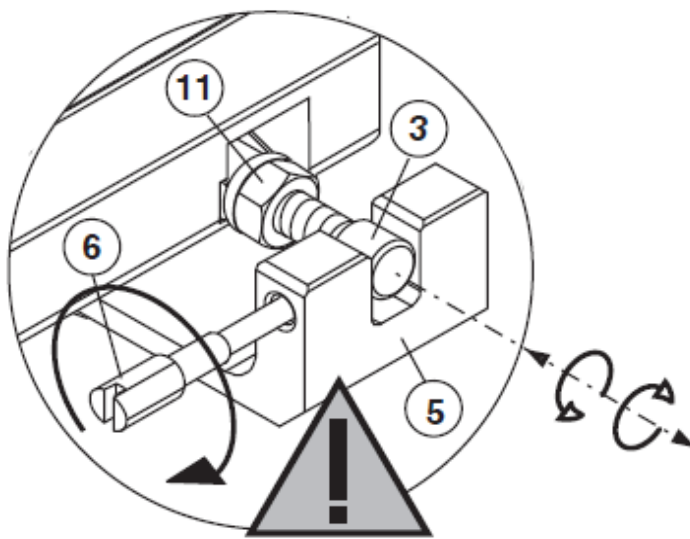

Рис.6 Регулировка прижима створки.
**Регулировка прижима створки рис.6.**
- выкрутите винт (6) из кронштейна створки (придерживайте створку),
- изменяйте рабочую длину цепи путём вкручивая или выкручивая регулировочный винт (3)
- соедините регулировочный винт (3) и кронштейн винтом (6)